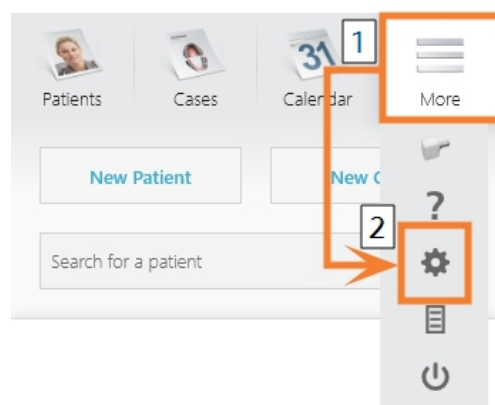

FIG. 17 – OUVRIR LES PARAMÈTRES DANS TRIOS DESIGN STUDIO
14. Dans la barre de menu, sélectionnez **Plus**. Dans le menu déroulant, sélectionnez l'icône **Paramètres** (☞ Fig. 17 – bas).